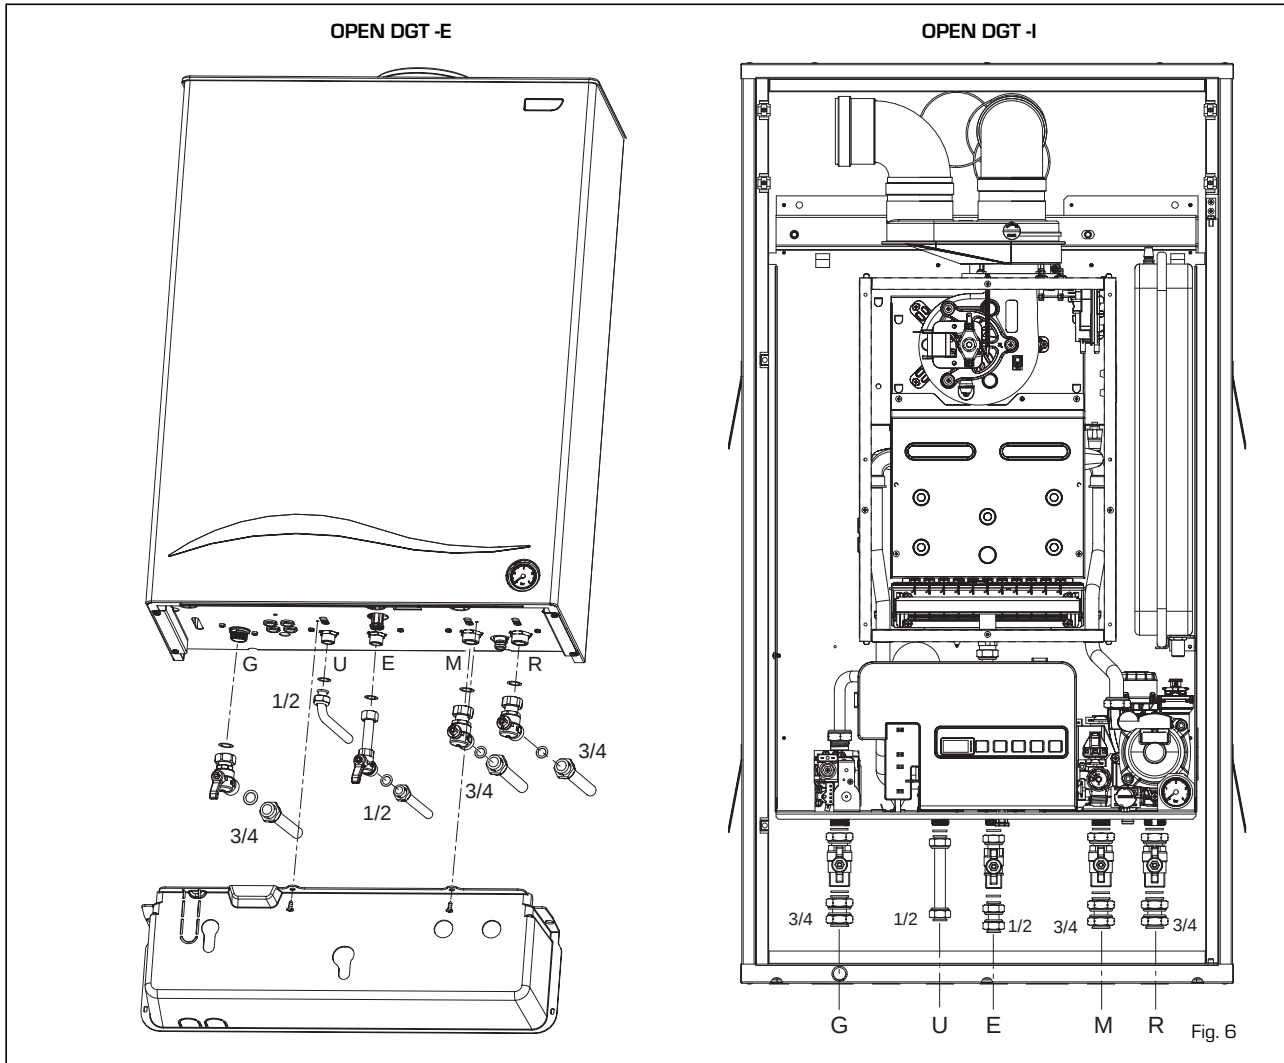

Fig. 6
2.1.1 Kit de conexión de la instalación suministrado junto con la caldera (fig. 6)